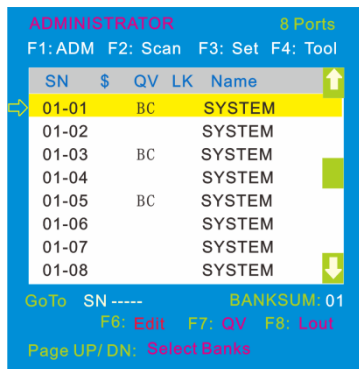

图 4-1.7
- 进入主菜单，按【F7】按键增加或者删除需要广播的端口，设置为广播的端口在主菜单 QV 栏目下显示为 BC 图标，如图 4-1.7 在广播模式下，可以对选定的多个端口的主机键盘进行同步操作，适用于特定的应用领域，注意：在广播模式下的主机，鼠标是禁止使用的。
按【↑】【↓】键→选择需要打开广播功能的端口→按【F7】→主菜单 QV 栏内会出现 BC 图标（图 4-1.7），该端口已进入广播模式
按【F1】->BRC Mode OFF ->按【Enter】键,进入主菜单，所有带有# 图标的端口改为 BC 图标 (图 4-1.7)